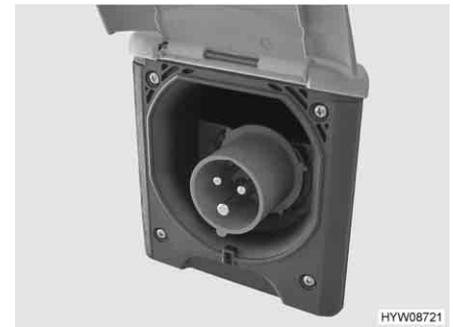

Fig. 95 Collegamento a 230 V sul veicolo
- Aprire la copertura del collegamento a 230 V sul veicolo (Fig. 95) e inserire l'innesto rapido. Verificare che il nasello di innesto del coperchio ribaltabile teso a molla sia innestato.